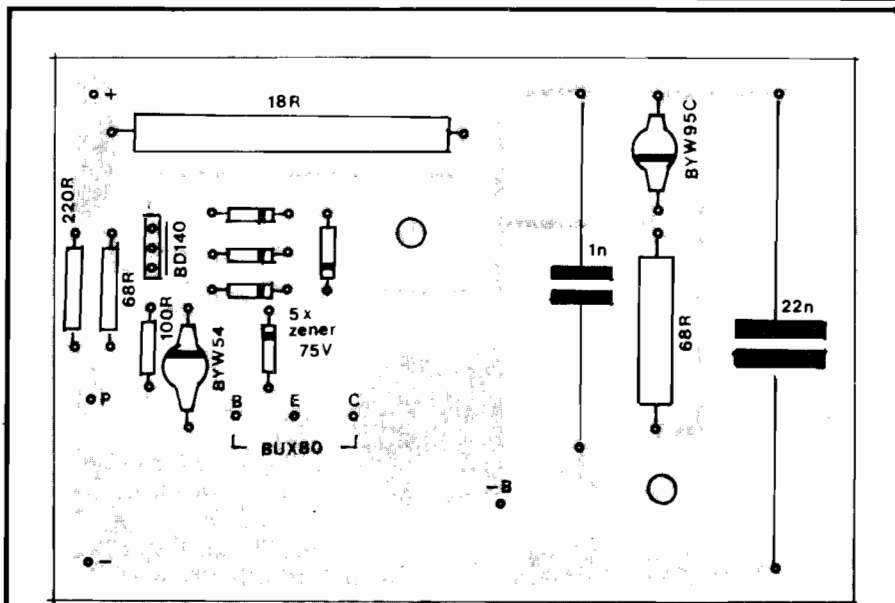

Fig.4
- FIG. 4 - "CHAPEADO" DA MONTAGEM - O lado não cobreado da placa enfatiza, agora, o posicionamento dos componentes (menos o BUX80, que fica **fora** da placa, conforme veremos mais adiante...), com seus valores e indicadores de polaridade, etc. Notar que a face metalizada do